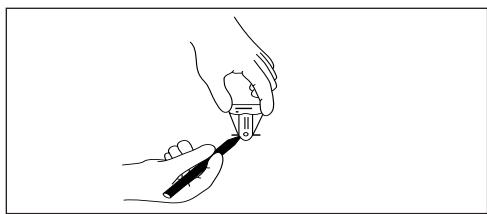

FIGURE 9
- Pour déterminer l'emplacement exact du MAGNA-SITE™, tourner le MAGNA-FINDER™ de 90° et de nouveau déplacer lentement le MAGNA-FINDER™ d'avant en arrière. Lorsque l'aimant de localisation se place de nouveau en position perpendiculaire, faire deux autres marques comme sur la Figure 9.